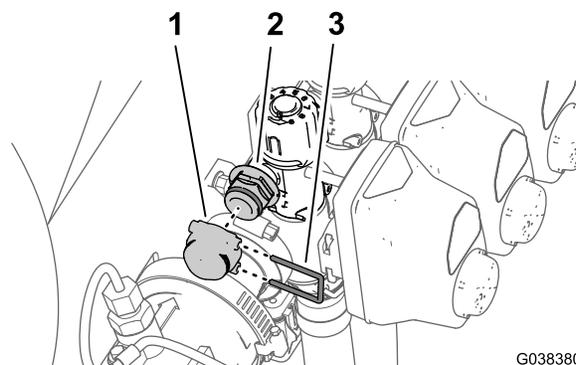

図 86
7. クイックコネクソケットにキャップを取り付ける (図 86)ステップ 1で外したリテーナを使用する。